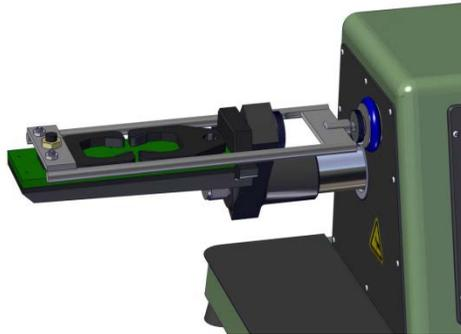

Abb. 5.8.2
3. Linke Klemmbacke und Biegesteg auf den Sockel montieren (Abb.5.8.2). Den Stegstift vorsichtig in die mittlere Öffnung an der Klemmhalterung einführen (Abb. 7.3, Pos. 11).